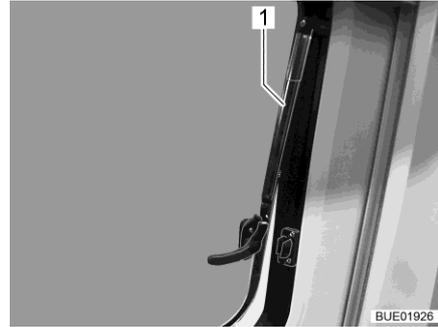

Fig. 18 Ventana abatible con soportes automáticos, abierta
- Campeo/Eliseo: Abrir la ventana abatible. Dejar que el soporte automático (Fig. 18,1) engatille en una de las posiciones de enclavamiento predefinidas. Se deberá oír un claro clic al engatillar.
Delfin C: Abrir la ventana abatible en cualquier posición. El soporte automático (Fig. 18,1) mantiene la ventana abatible abierta en cualquier posición, sin escalonamiento.